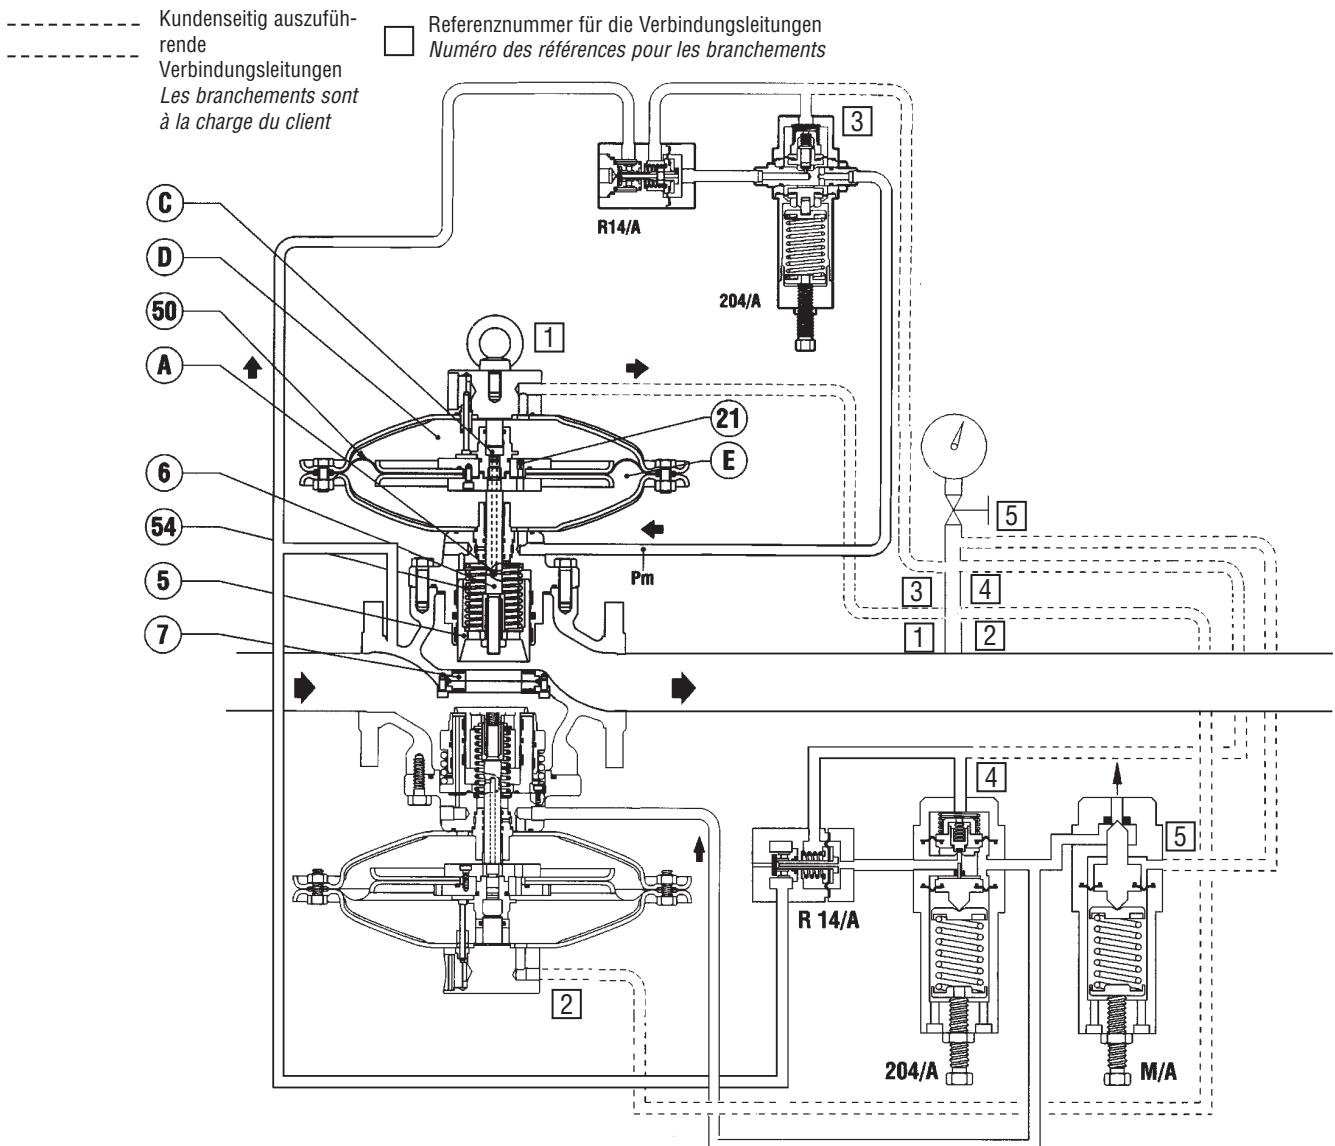

Fig. 7
### 1.3.2 REGELGERÄT MIT PILOT 204/A+R14/A (ABB. 7)
In drucklosem Zustand wird das Stellglied 5 durch die Feder 54 in Schließstellung gehalten und liegt auf der Ventilsitzabdichtung 7 (Abb. 7) auf. In Schließstellung anstehende, sich verändernde, Eingangsdrücke haben keinerlei Einfluß auf diese Schließstellung, da das Stellglied vollkommen vordruckausgeglichen ist.
### 1.3.2 DETENDEUR AVEC PILOTE 204/A+R14/A (FIG. 7)
*Quand il n'y a pas de pression, le clapet 5 est maintenu en position de fermeture par le ressort 54, et s'appuie sur la garniture armée 7 (fig. 7). Même si elle est variable, la pression en amont ne modifie pas cette position étant donné que le clapet est totalement compensé, et par conséquent soumis aux mêmes pressions, même si elles varient en grandeur.*
Wenn beispielsweise beim Betrieb (durch Erhöhen der Durchflussmenge oder durch Abfallen des Eingangsdruckes) der Ausgangsdruck absinkt, entsteht ein Ungleichgewicht am Stellantrieb 15 des Pilotreglers. Der Stellantrieb verschiebt sich nach oben, das Stellglied 17 öffnet weiter. Folglich steigt auch der Steuerdruck  $P_m$  in der Kammer E unter der Membrane 50 (Abb. 7) und bewirkt ein Anheben des Stellgliedes 5 und somit größere Öffnung des Regelventils, bis der Ausgangsdruck wieder seinen Sollwert erreicht hat. Wenn der Ausgangsdruck zu steigen beginnt, verschiebt umgekehrt die Kraft, die dieser auf die Pilotmembrane 16 ausübt, den Stellantrieb 15 nach unten, sodaß das Stellglied 17 den Ventilspalt reduziert. Der Druck  $P_m$  nimmt dann durch das Überströmen zwischen den Kammern E und D durch die Düse 21 ab und die von der Feder 54 ausgeübte Kraft bewirkt das Verschieben des Stellglieds 5 nach unten, wodurch der Ausgangsdruck wieder auf seinen Sollwert gebracht wird. Unter normalen Betriebsbedingungen ist die Position des Stellglieds 17 im Pilotregler so, daß der Steuerdruck  $P_m$  unterhalb der Membrane 50 so ist, daß der Ausgangsdruck nahezu konstant am gewünschten Solldruck gehalten wird.
*mentation du débit demandé, ou d'une baisse de la pression en amont), un déséquilibre se crée dans l'équipement mobile 15 du pilote, qui se déplace en provoquant une augmentation de l'ouverture du clapet 17. La valeur de la pression de motorisation  $P_m$  augmente par conséquent également. En agissant au-dessous de la membrane 50 (fig. 7) dans la chambre E, cette pression entraîne un déplacement du clapet 5 vers le haut et par conséquent l'augmentation de l'ouverture du détendeur jusqu'à ce que la valeur préétablie de la pression régulée soit retrouvée. Vice versa, quand la pression régulée commence à augmenter, la force que cette pression exerce sur la membrane 16 du pilote déplace l'équipement mobile 15 en fermant peu à peu le clapet 17. La pression  $P_m$  diminue par conséquent suite au transvasement qui s'effectue par le trou de passage 21 entre les chambres E et D, et la force exercée par le ressort 54 provoque le déplacement du clapet 5 vers le bas, ce qui fait ainsi revenir la pression régulée à la valeur préétablie. Dans des conditions de fonctionnement normales, le clapet 17 du pilote se positionne de telle façon à ce que la valeur de la pression de motorisation  $P_m$  maintienne la valeur de la pression en aval  $P_a$  autour de la valeur préétablie.*